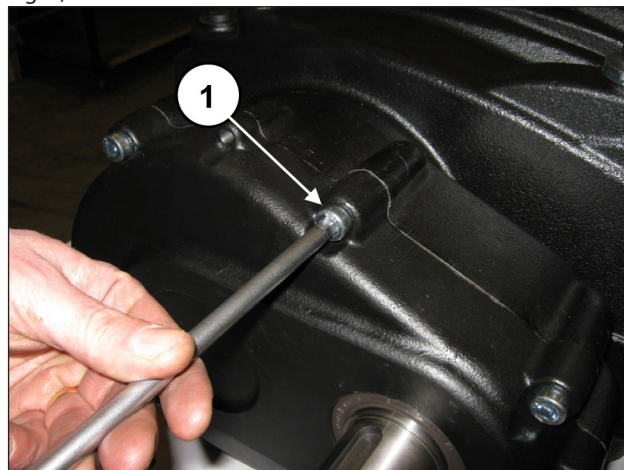

Fig. 4
Dévisser les vis de fixation du couvercle du réducteur (rep. ①, Fig. 4).